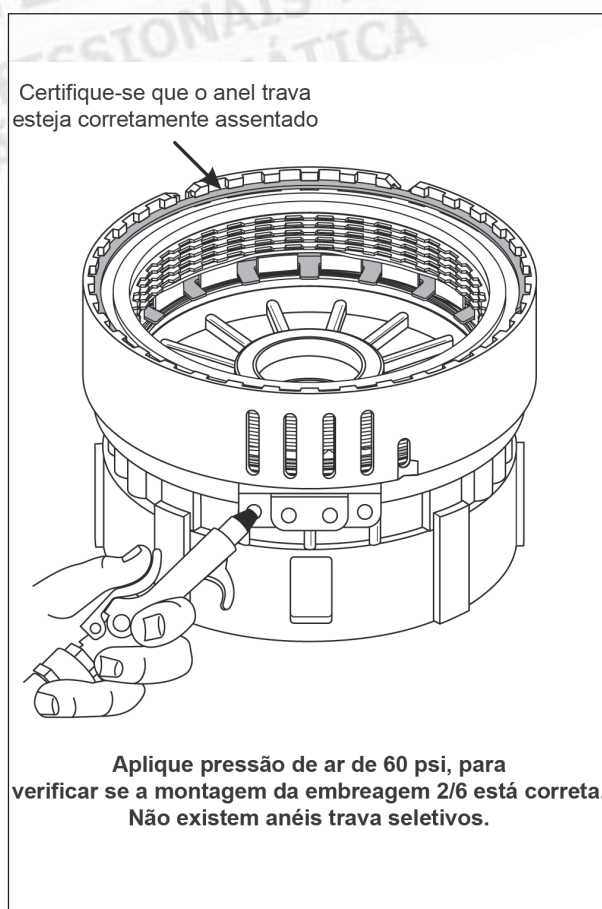

Figura 110
14. Certifique-se que o anel trava esteja corretamente assentado e aplique ar comprimido na embreagem 2/6, no furo de aplicação indicado pela figura 110, para verificar a integridade do conjunto.